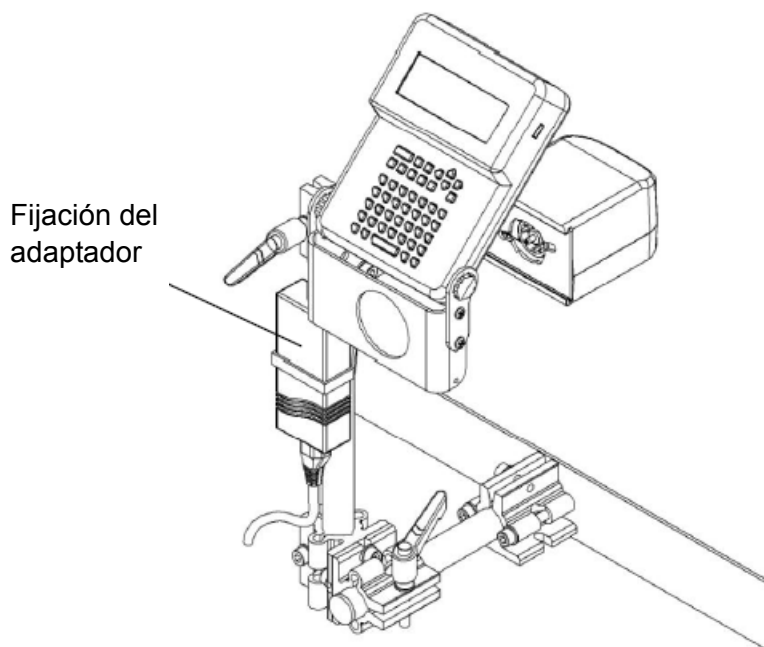

Figura 3-15: Fijación del adaptador
**Nota:** Antes de imprimir, sujete el adaptador del suministro de alimentación con el sujetacables proporcionado por Videojet o el anclaje personalizado tal y como se muestra en la Figura 3-15. De esta manera el cable se coloca en su lugar y se reduce la presión del conector del cable de alimentación.